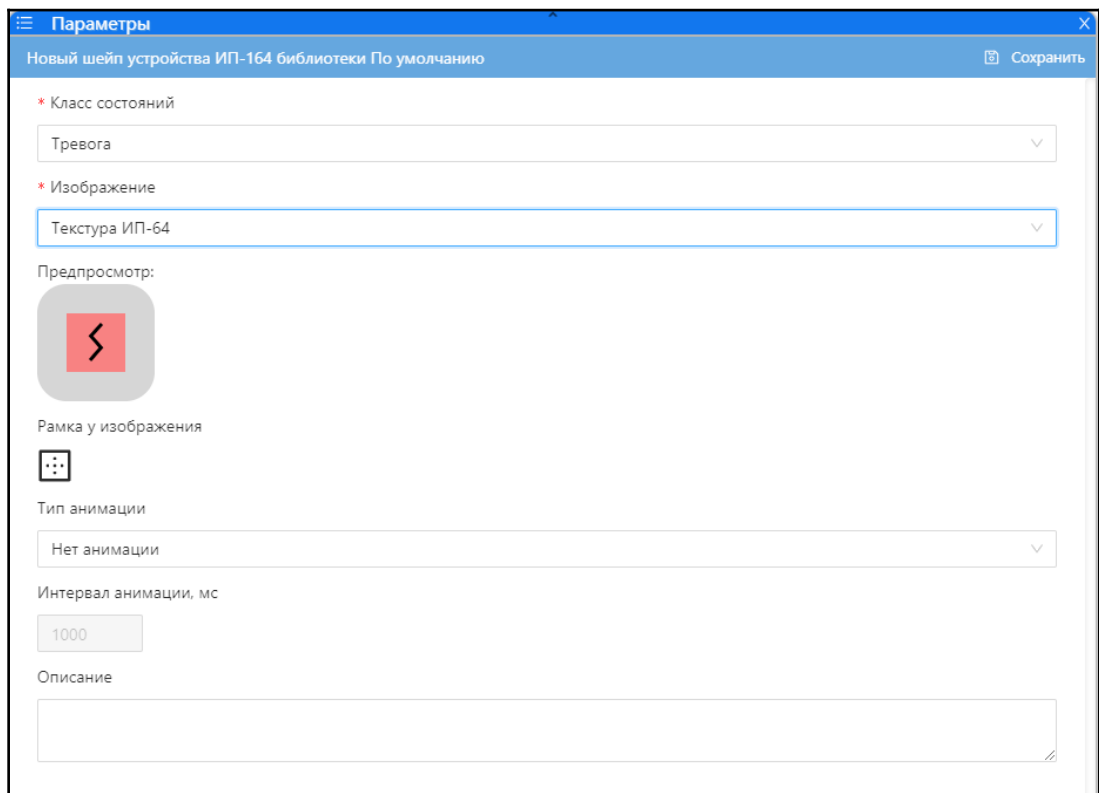

Рисунок 12.251 – Окно «Новый шейп устройства ИП-164 библиотеки По умолчанию»
- б) нажать кнопку «**Добавить**». В окне «**Параметры**» откроется окно «**Новый шейп устройства**» в соответствии с рисунком Рисунок 12.251;